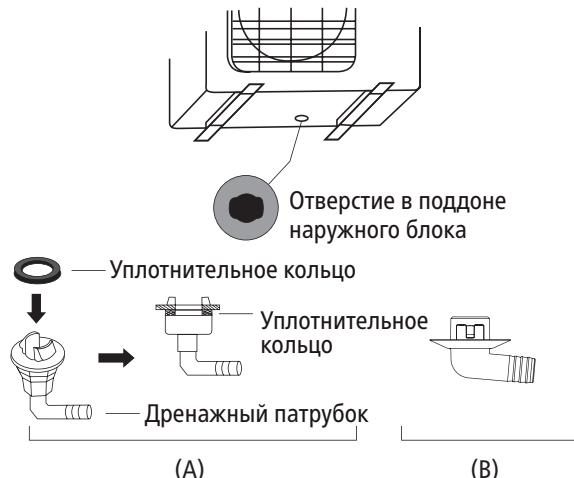

Fig. 4.4
**Если дренажный патрубок поставляется с резиновым уплотнением (см. рис. 4.4-А), выполните следующие действия:**
**Если дренажный патрубок поставляется без резинового уплотнения (см. рис. 4.4-В), выполните следующие действия:**